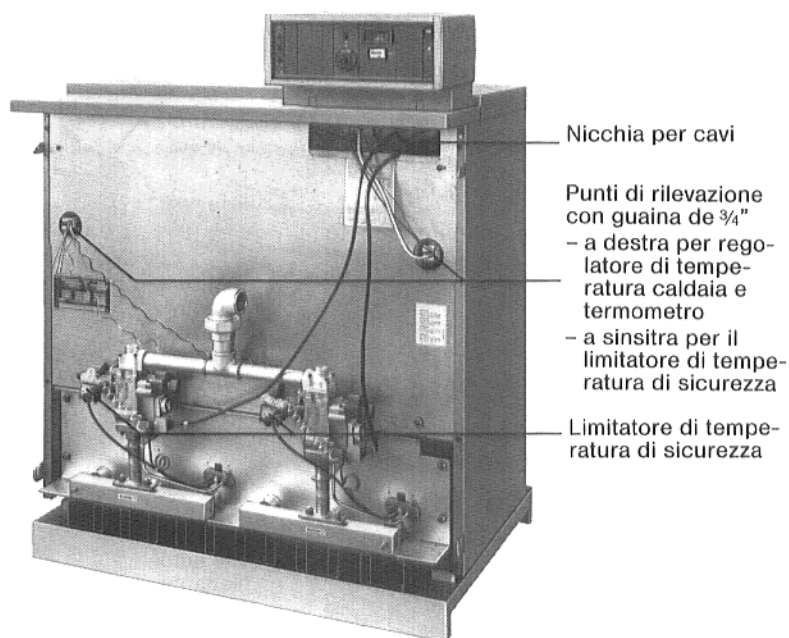
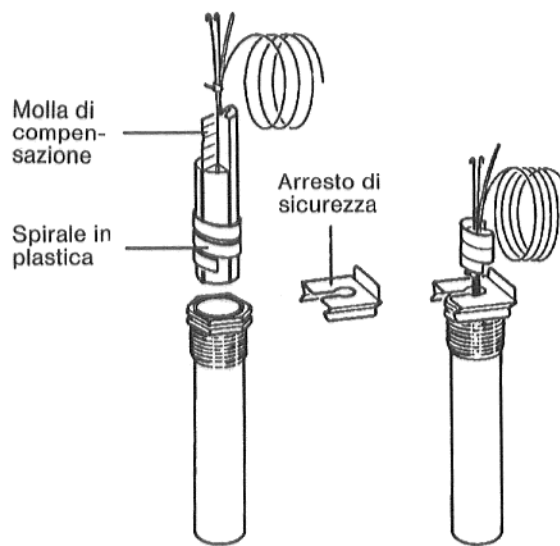

Fig. 8: G_324, senza pannello frontale
Fig. 11: Guaina d'immersione e sonde di temperatura
7. Srotolare i tubetti capillari delle sonde di temperatura quanto sufficiente per giungere al punto di rilevazione destro (Fig. 8).
Portare le sonde a segmento circolare di entrambi i limitatori di temperatura di sicurezza (Fig. 8), con due distanziatori, al punto di rilevazione (pozzetto) di sinistra.
8. Immettere a fondo le sonde nella guaina (pozzetto, Fig. 8). Le spirali in plastica vengono automaticamente espulse (Fig. 11). Le molle di compensazione devono essere coimmesse nella guaina.
9. L'arresto di sicurezza della sonde, a corredo fornitura quadro comando, deve essere premuto da sopra o lateralmente sulla testa delle guaine d'immersione (pozzetti, Fig. 11).
11. Collocare la lunghezza eccedente dei capillari nella nicchia per i cavi (Fig. 8).